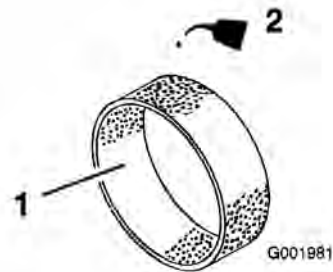

Figure 44
4. Imbibez l'élément de 30 à 60 ml d'huile (Figure 44).